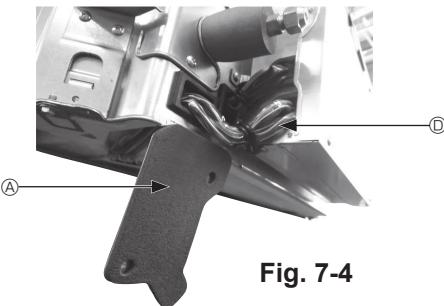

Fig. 7-4
① Retire los dos tornillos que sujetan la cubierta de alambre de la unidad principal, y luego abra la cubierta.
② Pase los cables del Sensor i-see y del receptor de señales por las entradas de cable de la caja de componentes eléctricos, tal como se muestra en el diagrama y alrededor de los casquillos del lado de la unidad principal. (Fig. 7-4)